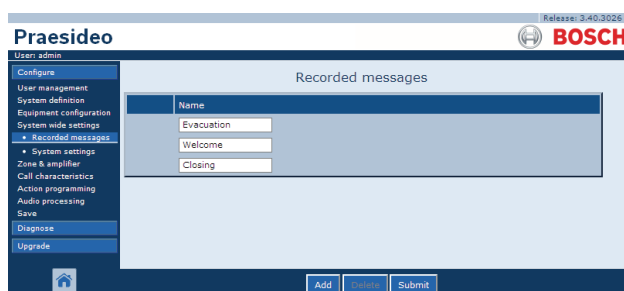

Abb. 44.2: Anmelden von Durchsagen, Schritt 1
- 1 Rufen Sie *Configure > System wide settings > Recorded messages* auf. Im Mainframe der webbasierten Benutzeroberfläche erscheint ein Bildschirm, der dem in Abb. 44.2 ähnelt.